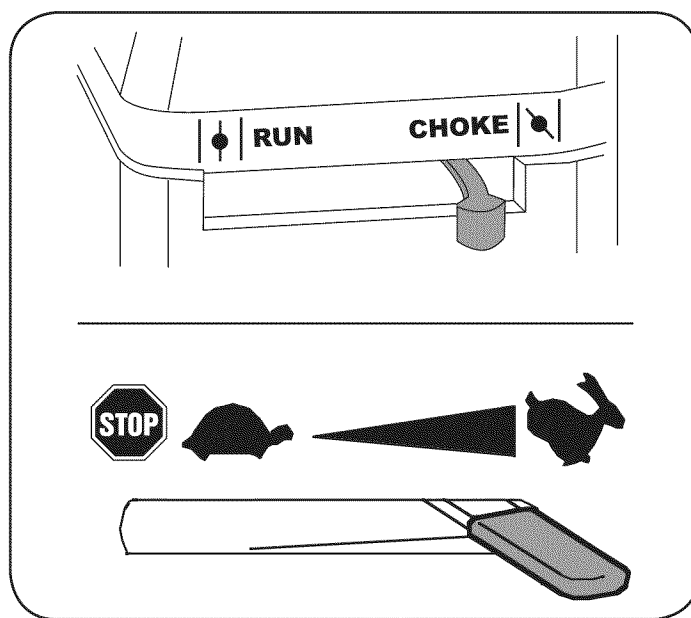

Figura 10
2. Llene el tanque no más de 1/2 pulgada por debajo de la base del cuello del filtro para dejar espacio para la dilatación del combustible. Vea la figura 10.
5. Mueva la palanca de control del estrangulador a la posición START/RUN (encendido / funcionamiento, representado por una liebre) . Vea la figura 10.